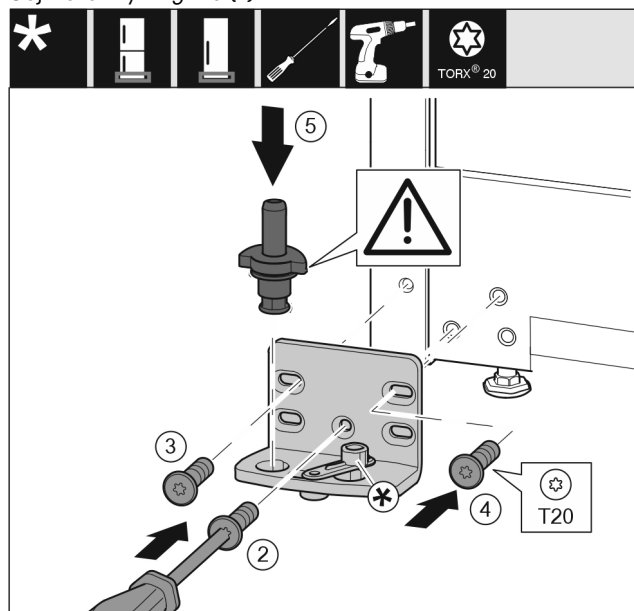

Fig. 47 *
- Nasad'te stojan ložiska na druhé straně a přišroubujte pomocí šroubováku. Začněte šroubem Fig. 47 (2) dole uprostřed.*
- Utáhněte šroub Fig. 47 (3) a šroub Fig. 47 (4).*
- Zcela vložte ložiskový čep Fig. 47 (5). Přitom dávejte pozor, aby zajišťovací vačka směřovala dozadu.*